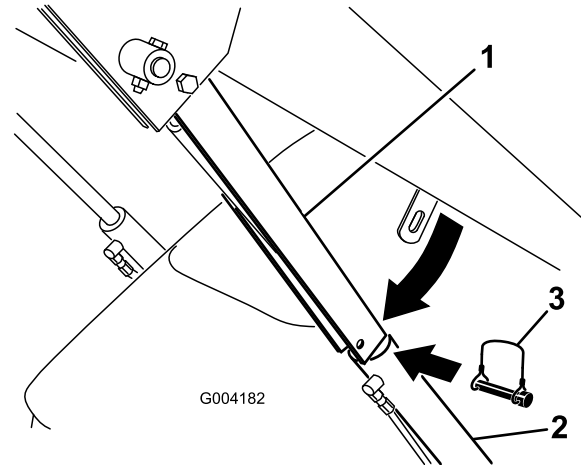

Bild 18
4. Entfernen Sie den Klappstecker, mit dem das Zylinderschloss am Hubarm befestigt ist (Bild 18).
5. Senken Sie das Zylinderschloss über die Zylinderstange und befestigen Sie es mit dem Klappstecker (Bild 18).